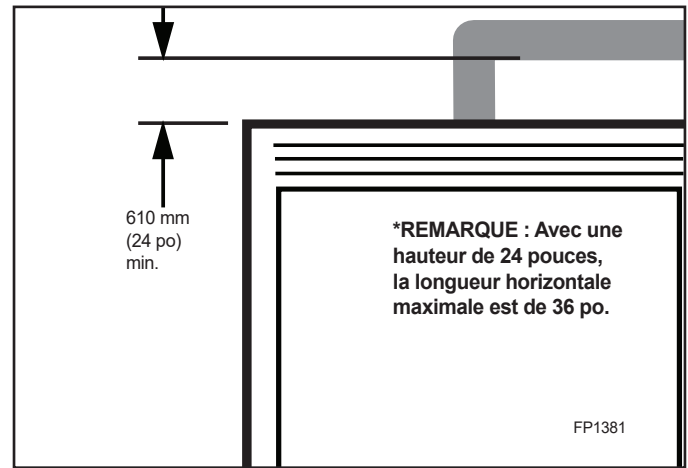

Figure 5.6 Section horizontale avec élévation minimale
- Une longueur minimale de 24 po est requise avant un coude à 90°. Si un coude à 90° est installé directement après une section verticale de 24 pouces fixée au sommet du foyer, la longueur maximale du conduit horizontal avant l'extrémité est de 36 po (914 mm). Voir la figure 5.6.